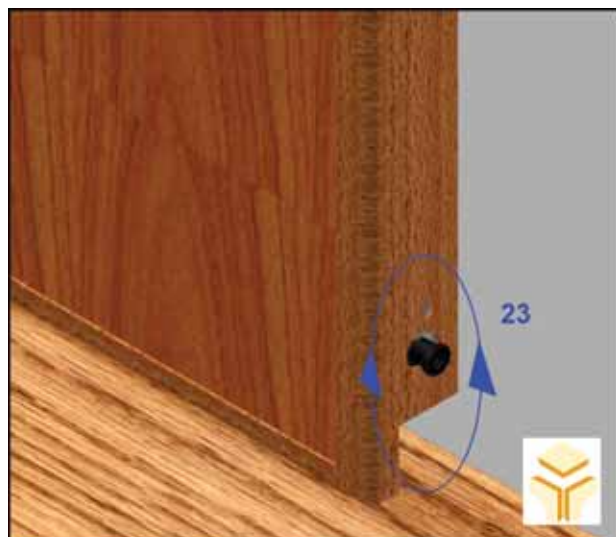

Fig. 3.8.1 – Afinação do corta-ventos
Afine o corta ventos da porta apertando ou desapertando o perno (23) (ver fig.3.8.1) para que o mesmo seja accionado, quando o extremo oposto da porta estiver a ca. de 1cm da linha de separação entre a laje e o chão interior (cota zero).